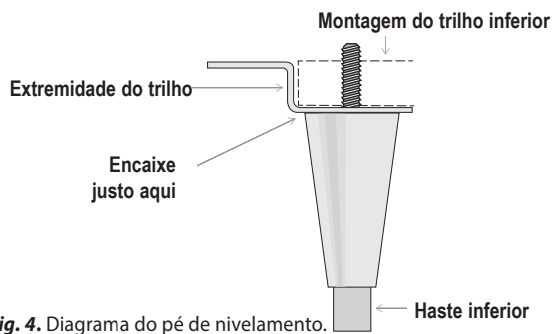

Fig. 4. Diagrama do pé de nivelamento.
3. Atarraxe os pés de nivelamento no trilho da armação ou no fundo do equipamento. Consulte as Figs. 4 e 5.
5. Se o equipamento não estiver nivelado, levante-o cuidadosamente e apoie a extremidade inferior. Com o auxílio de uma chave inglesa, gire as hastes inferiores dos pés de nivelamento para dentro ou para fora para nivelar e apoiar o equipamento. Consulte as Figs. 4 e 6.